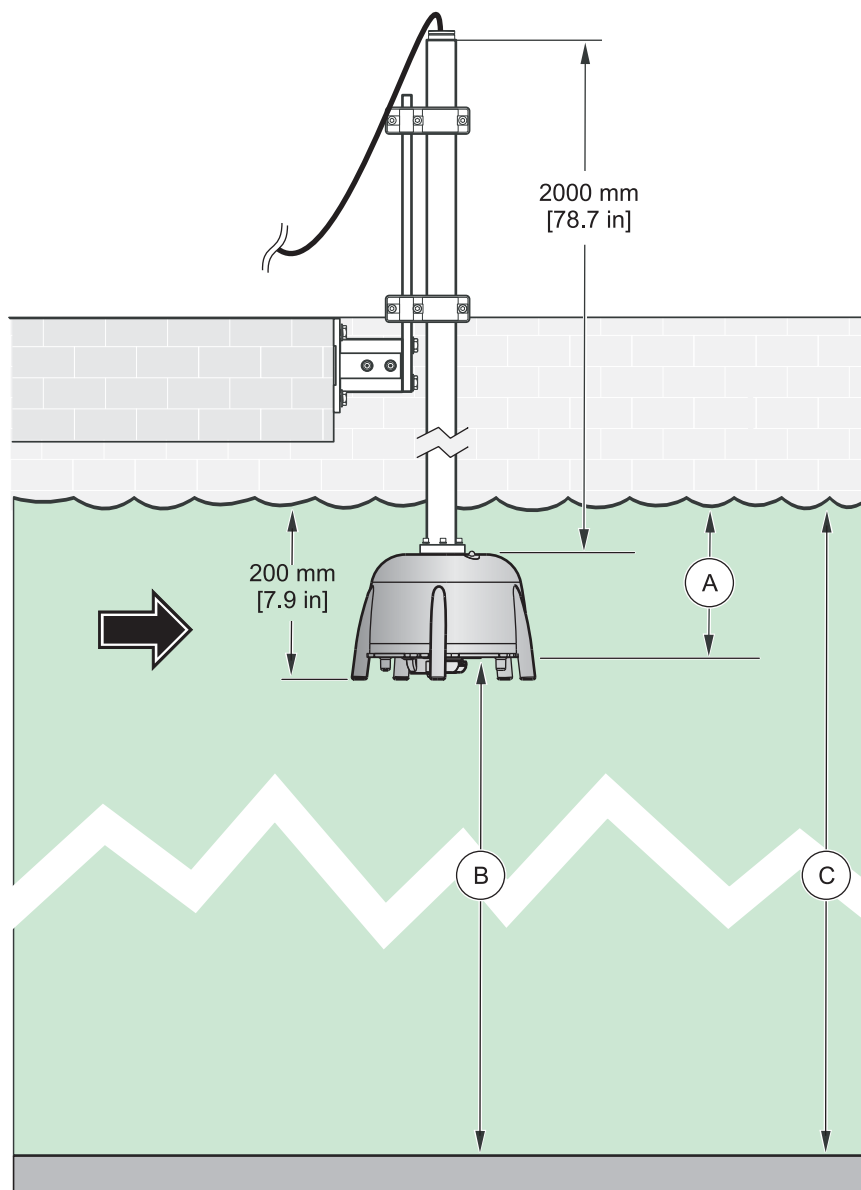

Abbildung 10 Tauchtiefe-Bodentiefe
4. Geben Sie im Sondenmenü KALIBRIEREN die tatsächliche Tauchtiefe (A Abbildung 10) im Menüpunkt TAUCHTIEFE ein.
6. Geben Sie im Sondenmenü KALIBRIEREN den ermittelten Wert der Bodentiefe (C Abbildung 10) im Menüpunkt BODENTIEFE ein.